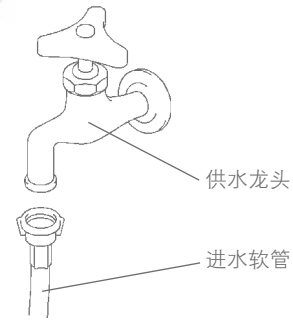

图4
- 1) 将进水软管的另一端与截止阀(供水龙头)连接(参见图4), 固定前请确认垫圈已正确就位。手动充分拧紧垫圈, 以防止接头漏水。最好在易于触及的部位安装一个截止阀。